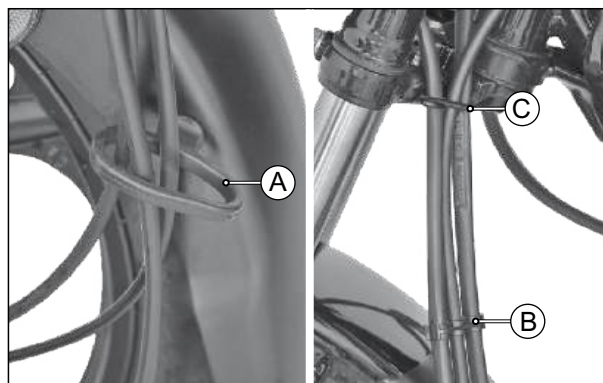

Fig. 6.102
- Remova o cabo CBS das guias (A e C) e desencaixe da presilha (B). (Fig. 6.102)
- Remova o cabo do velocímetro (setas) das guias (A e C) e desencaixe da presilha (B). (Fig. 6.102)